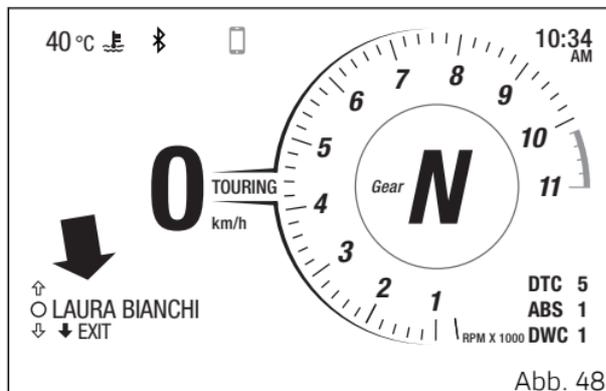

Abb. 48
Zur Anzeige der Anrufliste die Taste (4) drücken. Beim Öffnen dieser Funktion erscheint am Display einige Sekunden lang die Angabe „WAIT..“, danach wird der Name oder die Nummer des letzten Anrufers (Abb. 48) angezeigt.